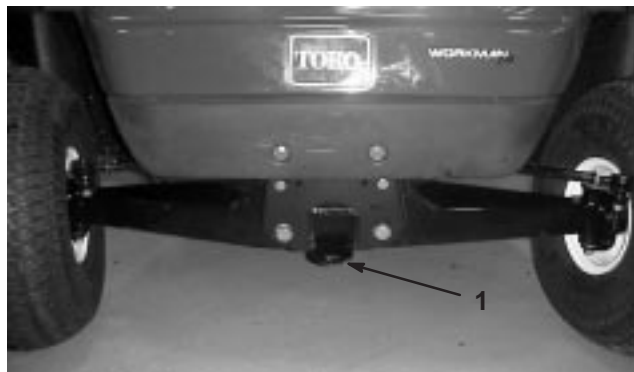

Figure 22
2. Accrochez un câble de remorquage à la flèche d'attelage à l'avant du châssis (Fig. 22).